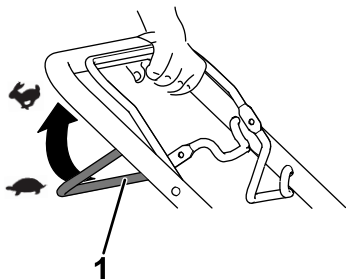

Figura 13
- Pentru a cupla propulsia automată, tragei bara pentru propulsia automată către mâner i inei-o strânsă (Figura 13).